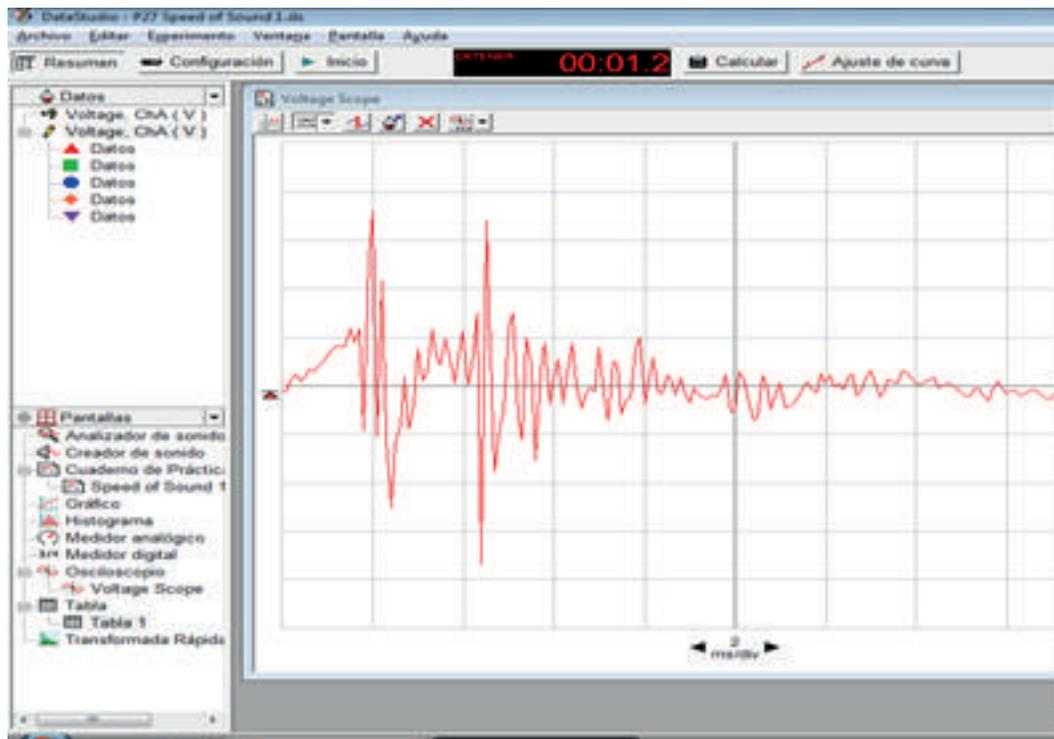

Figura 10.27. Generar datos
h) Arrastre el icono generado hacia la herramienta tabla, como se muestra en la figura 10.27.